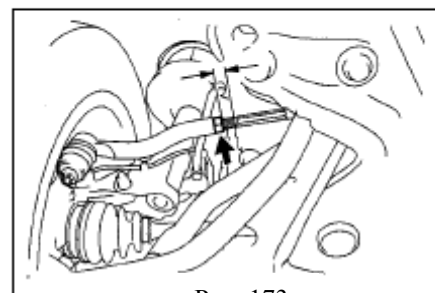

Рис. 173
(5) Затяните контрящую гайку поперечной рулевой тяги(рис. 173)